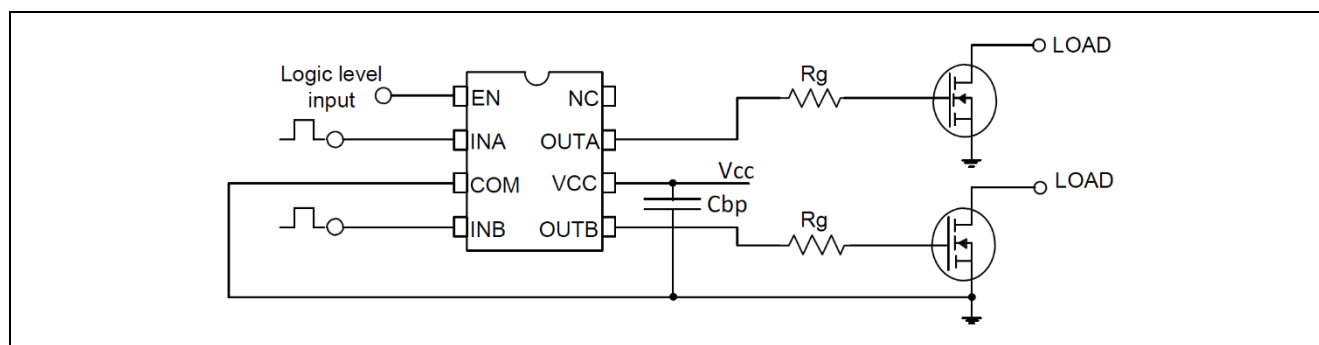

图 4 典型栅极驱动器应用
2ED24427N01F 是一种用于单端应用的大电流栅极驱动器。由于其输出电流非常大，热阻较低（与 pcb 相比），它能够驱动输入电容非常大的 MOSFET（频率高达  $f_{sw}=200\text{kHz}$  或更高），而无需负电源。下面的图 4 显示典型应用示意图：
因此，在最高结温为  $150^\circ\text{C}$  的条件下，IC 的热性能是确定系统参数的关键之一。(5) 表示 IC 内部耗散的功率与负载电容 CL 的函数关系。选择外部电阻  $R_g$  是为了使产品  $RL \cdot C_g$  保持恒定并等于 300 纳秒（开关电路示意图请参考图 4）。